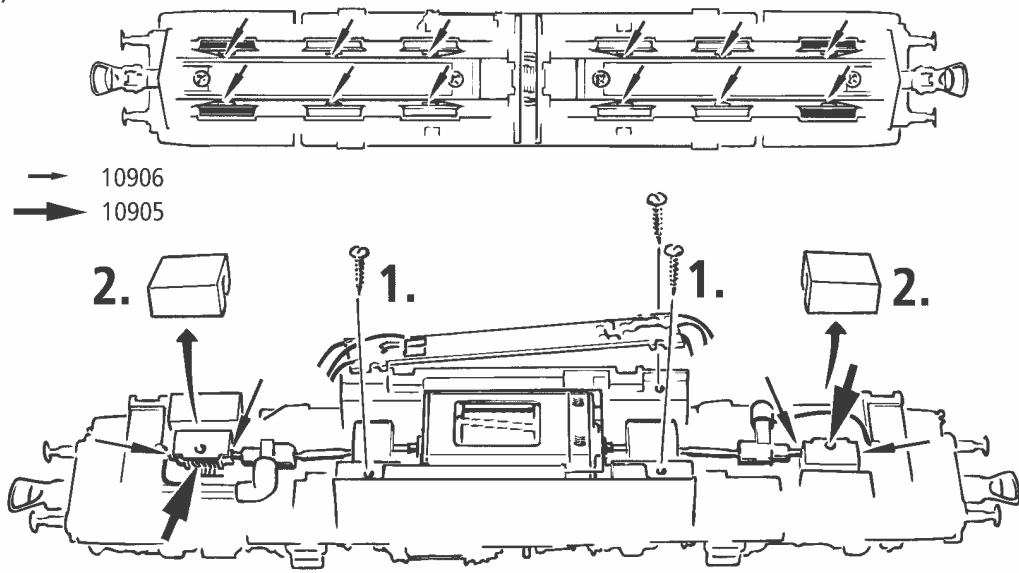

Fig. 9
1. Reinigung der Radstromkontakte: Radstromkontakte können auf unsauberen Schienen leicht verschmutzen. Entfernen Sie **vorsichtig** mit einem kleinen Pinsel **den Schmutz** an den in Fig. 9 gekennzeichneten Stellen.
1. Cleaning of wheel contacts: Wheel contacts easily get dirty on tracks which are not entirely clean. Use a small brush to **remove dirt** from spots marked in fig. 9.